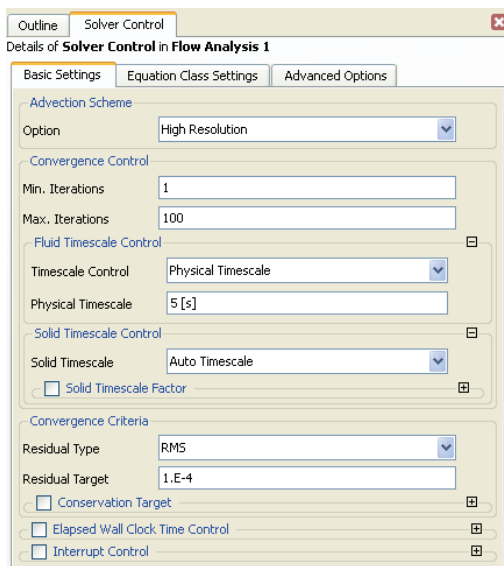

图 24-19 求解控制设置
- 2) 在树结构图中, 右击 Solver Control, 选择 Edit, 进入求解控制窗口, 其设置默认, 单击 OK 按钮确认, 如图 24-19 所示。